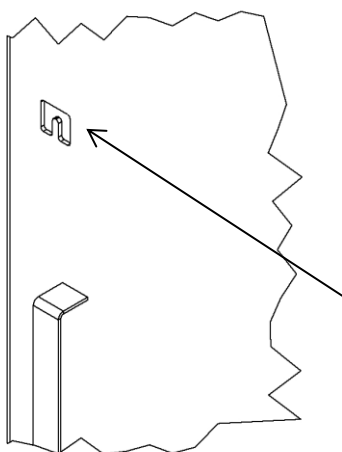

Bild 10
- Die Kontur im Deckel ist zum Einhängen der Kette des Gitters, um dieses in der geöffneten Position zu halten (Bild 10)